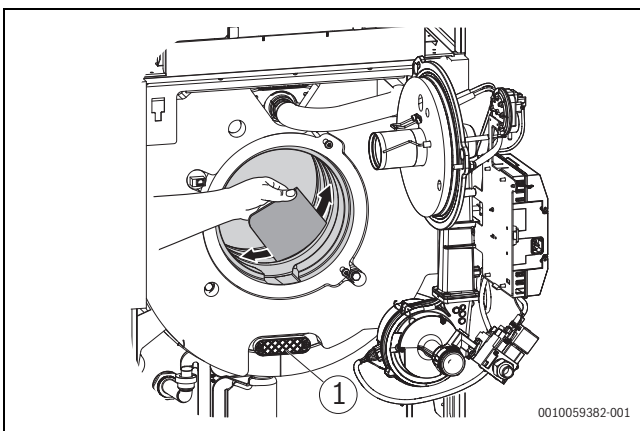
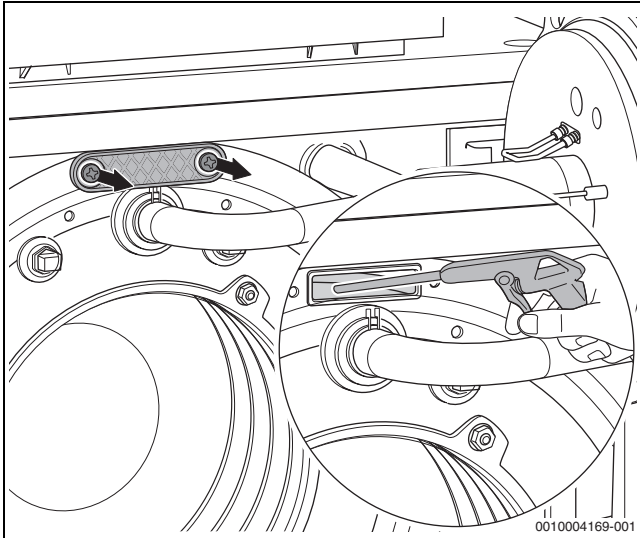

Bild 64 Heizgasspalte mit Reinigungspachtel reinigen
Bild 65 Wärmetauscher mit Sprühlanze reinigen
- ▶ Reinigungsdeckel (→Bild 64, Seite 37, [1] und Bild 65) abnehmen.
- ▶ Lose Partikel mit Wasser (z. B. Sprühlanze) aus Feuerraum und Abgasmantel spülen (→Bild 65).
- ▶ Heizgasspalte mit Reinigungspachtel reinigen (→Bild 64, Seite 37).